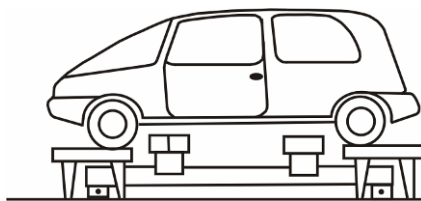

Рисунок 8
8.5. Установите на кронштейны зажимы, не затягивая болты крепления. (Рисунок 8)